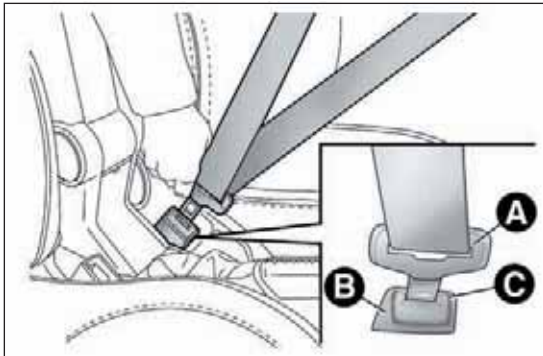

РИС. 90
Надевайте ремень сидя прямо и опираясь на спинку сидения. Чтобы пристегнуть ремень безопасности, вставьте защелку А РИС. 90 в пряжку В, чтобы был слышен щелчок.
*Не нажимайте кнопку С РИС. 90 во время движения.*